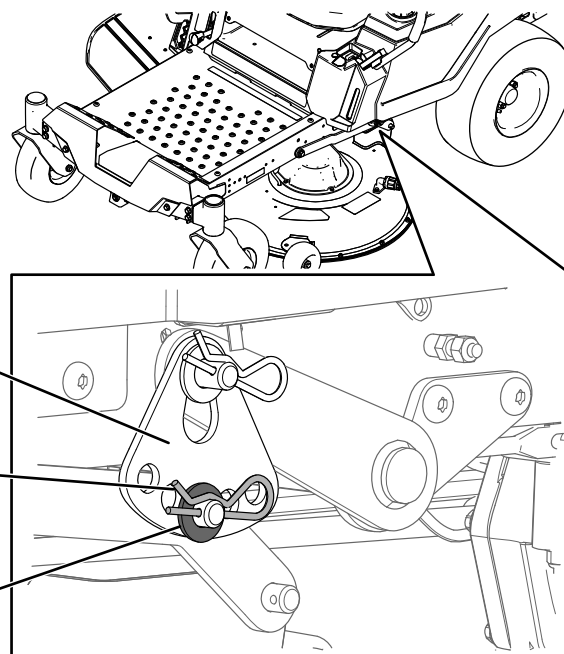

**Figuur 67**
4. Plaats 2 blokjes met een dikte van 6,6 cm onder elke kant van de voorste rand van het maaidek, maar niet onder de beugels van de antiscalpeerrollen (Figuur 67 of Figuur 68).
5. Plaats 2 blokjes met een dikte van 7,3 cm onder de achterste rand van de maaikast, één blokje aan elke kant van het maaidek (Figuur 67 of Figuur 68).